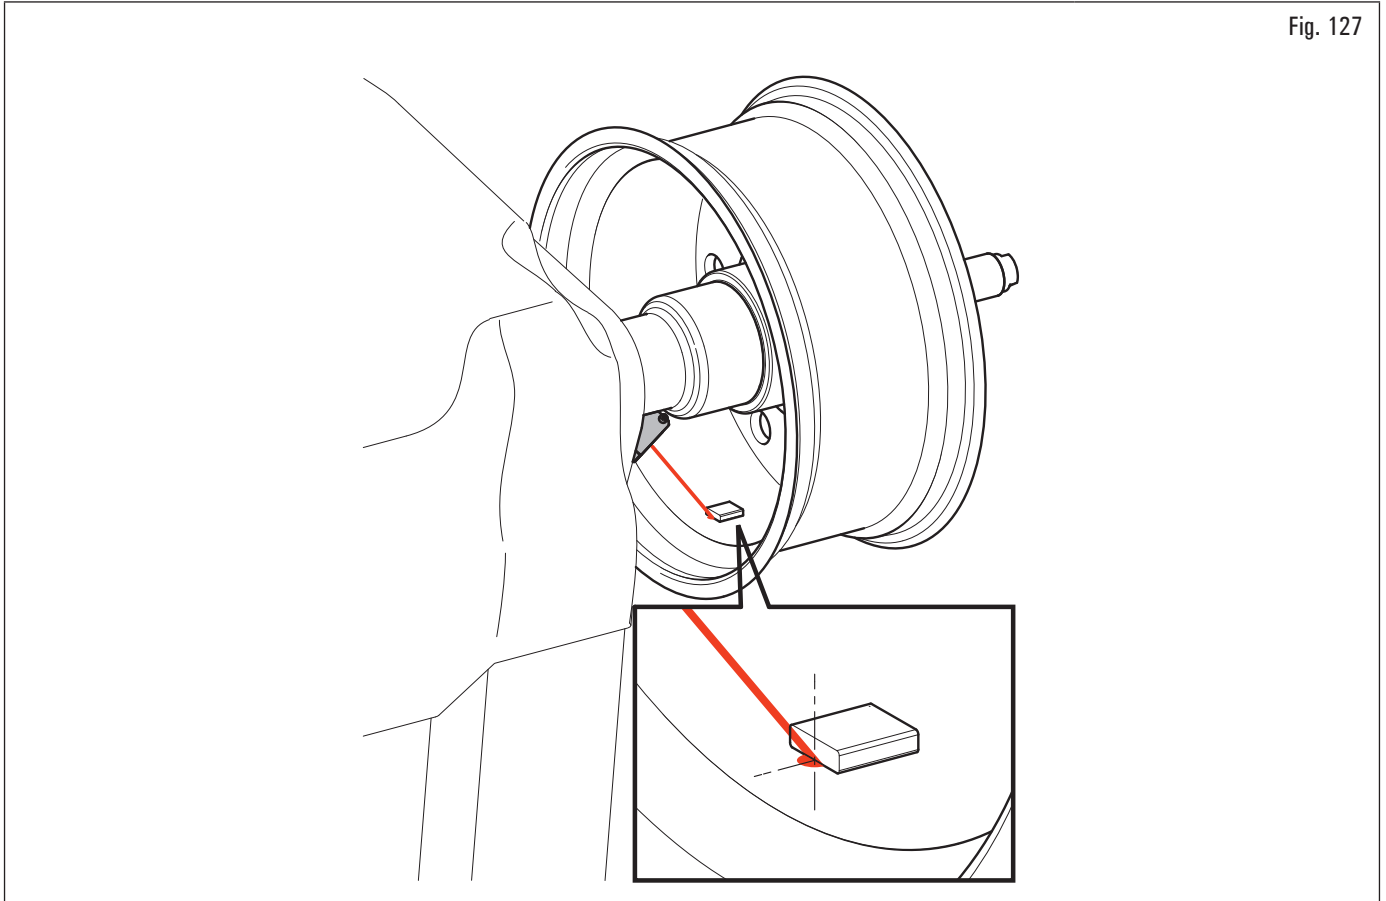

Fig. 127
Le poids adhésif doit être appliqué du point surligné par le pointeur vers l'intérieur de la jante et avec sa ligne médiane en correspondance du pointeur même (voir Fig. 127).
3. appuyer sur le poussoir  pour exécuter le recalcul de valeur du poids à appliquer dans la nouvelle position configurée. L'écran affichera (Fig. 127) avec les valeurs éventuellement mis à jour ;
4. si l'opérateur veut changer le point d'application du poids adhésif « côté interne roue », il suffit d'appuyer sur le poussoir (Fig. 127 réf. 2). La roue, le laser et la fenêtre se préparent à la application de ce poids.